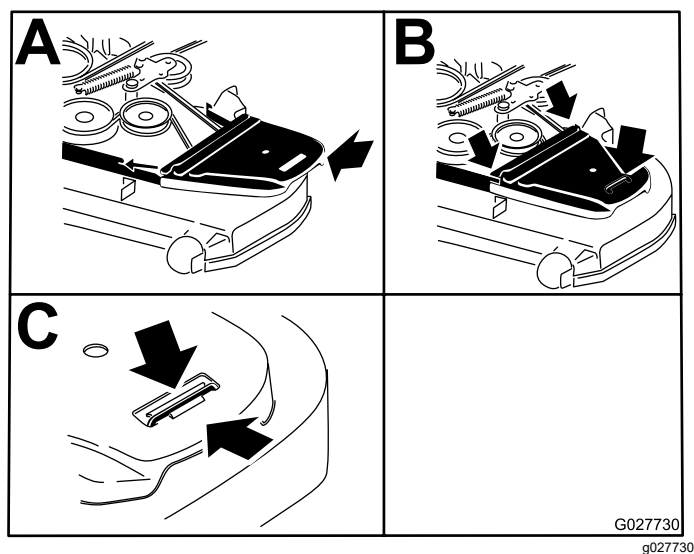

Рисунок 59
15. Установите крышки ремней (Рисунок 59).